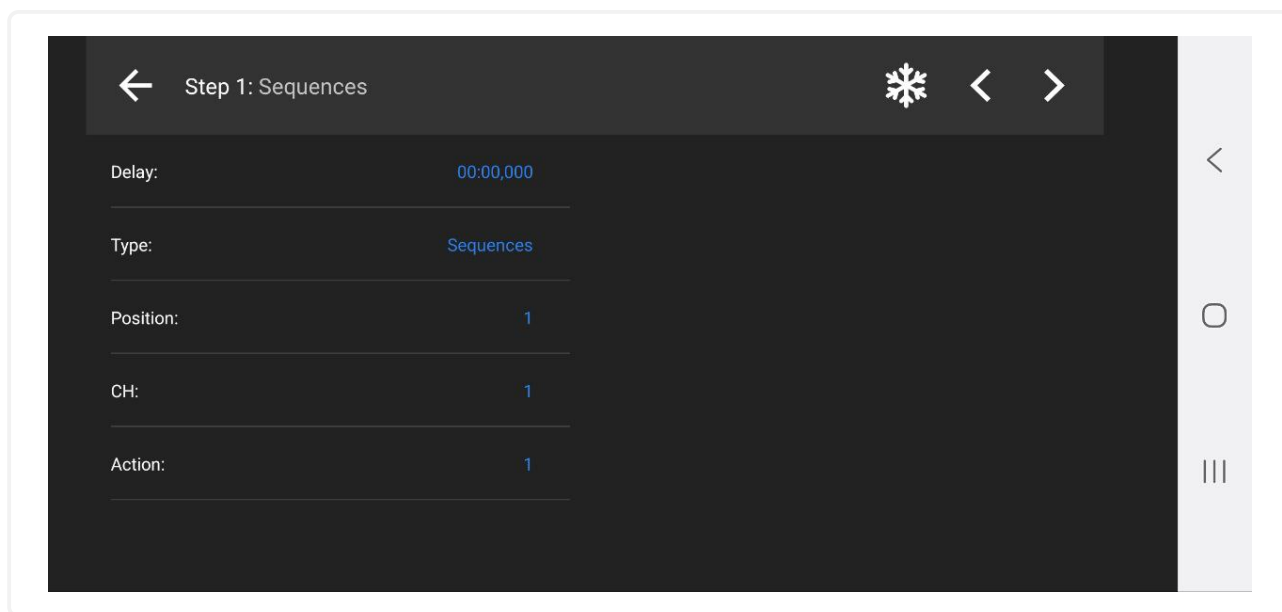

Рис. 21: Экран редактирования позиции программы
1. В окне (см. рис. 21 на с. 33) для редактирования параметра нужно сначала выбрать его в таблице параметров в левой части интерфейса